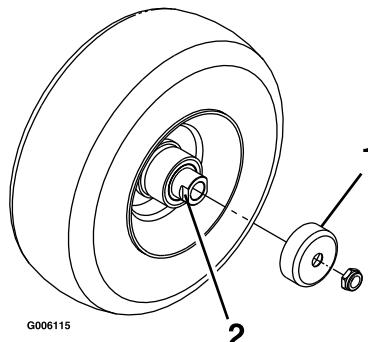

Figura 42
3. Remova os resguardos do vendante do cubo da roda (Figura 42).